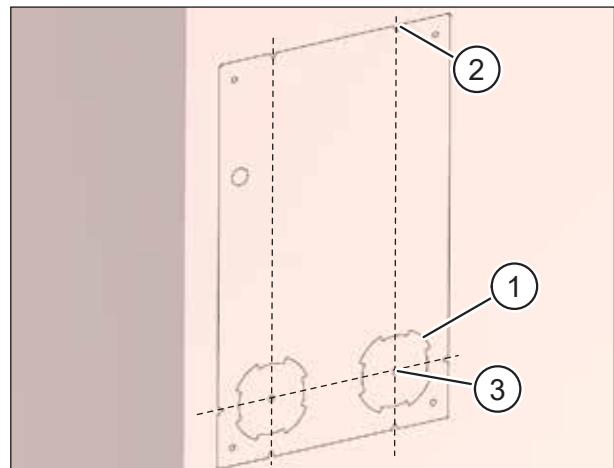

Abb. 17: Markierungen an der Innenwand
- ▶ Markieren Sie die Umrisse (Pos. 1 in Abb. 17) der gestanzten Konturen für die Kernlochbohrungen an der Innenwand.
- ▶ Markieren Sie die sechs Kerben (Pos. 2 in Abb. 17) der Bohrschablone an der Innenwand.
- ▶ Erstellen Sie die Fadenkreuze (Pos. 3 in Abb. 17) für die Kernlochbohrungen mit Hilfe der sechs angezeichneten Kerben.
- ▶ Kontrollieren Sie die Markierungen für die Kernlochbohrungen anhand Abb. 17.